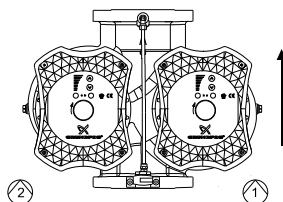

Fig. 1 Pompa master (1) e pompa slave (2)
La pompa principale sarà sempre la pompa a destra, vista dal quadro di controllo, con la pompa che pompa verso l'alto. Vedere Fig. 1, pos. 1.